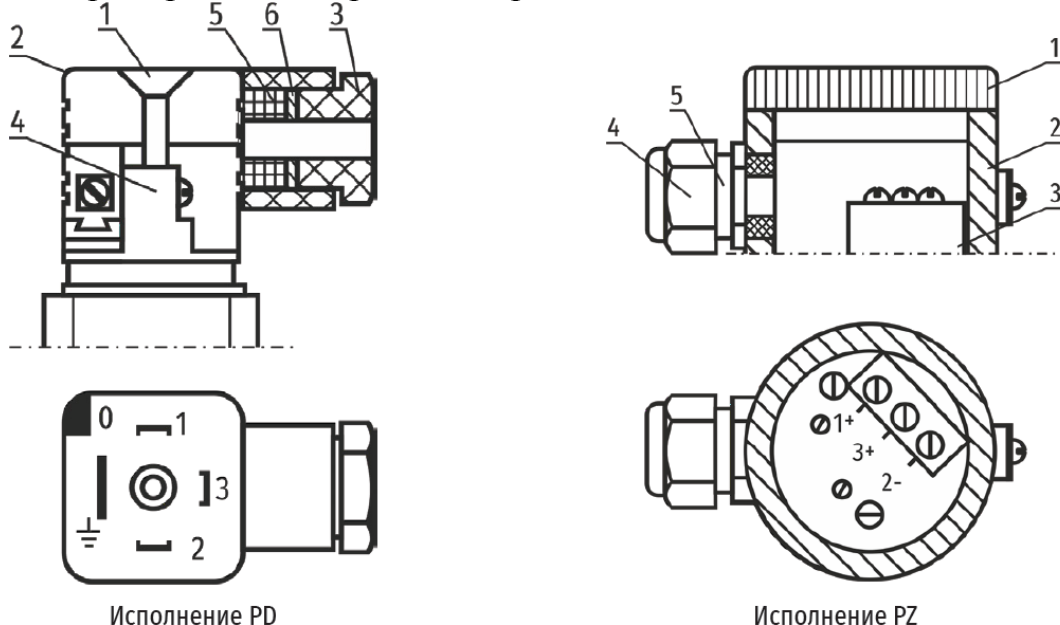

Рисунок 7 – Электрическое подключение преобразователей
- открутить винт 1, соединяющий угловую коробку 2 с корпусом преобразователя (рисунок 7);
2.2.36 Для электрического присоединения преобразователя с исполнением корпуса PZ (рисунок 7) необходимо: